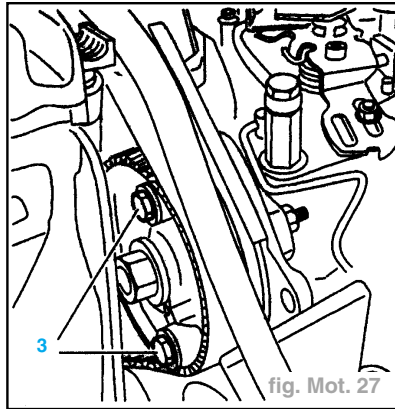

fig. Mot. 27
- Pincer le pignon de pompe d'injection avec 2 vis (3) M8 x 1,25 x 35 (fig. Mot. 27).
- Déposer les deux vis (3) de pignage du pignon de pompe (fig. Mot. 27).
- A l'aide de l'outil (1) : serrer l'écrou (4) à 5 daN.m.
- Approcher le cylindre n°4 de son PMH : ce qui correspond au point de pigeage (3) du pignon de pompe d'injection (fig. Mot. 27).